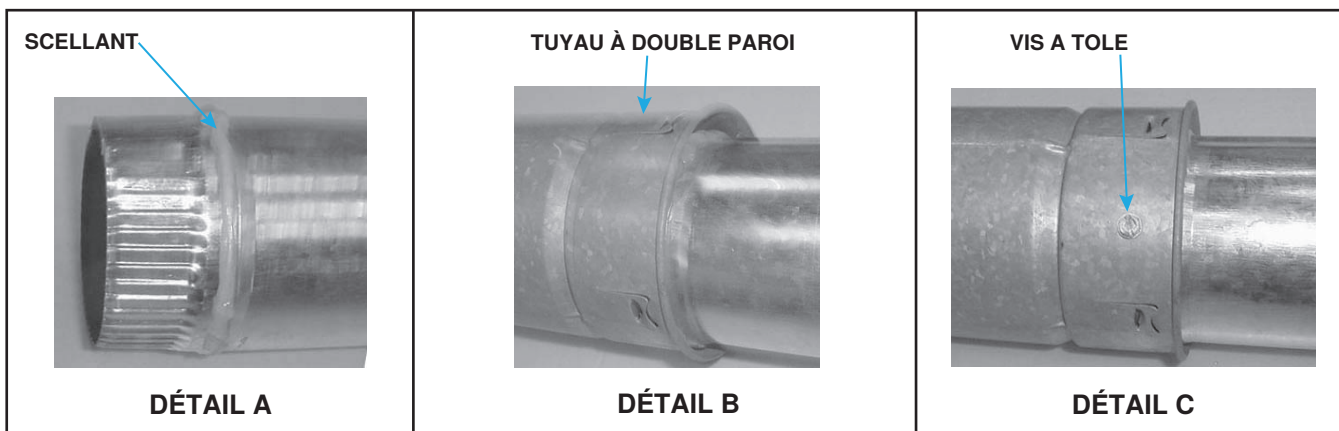

Figure 17. Raccordement d'un tuyau à double paroi (type B) à un tuyau d'évent à paroi simple ou de catégorie III
- Appliquez un cordon de silicone de 1/4 pouce (6.35 mm) sur la circonférence du tuyau à simple paroi ou du tuyau de catégorie III (voir **Figure 17**, DÉTAIL A).
- Effectuez l'étape 2 immédiatement après l'étape 1. Insérez le tuyau à simple paroi avec silicone dans la paroi intérieure du tuyau à double paroi de manière que le cordon de silicone soit en contact avec la paroi intérieure et scelle le joint (voir **Figure 17**, DÉTAIL B).
- Percez trois petits trous à intervalles égaux autour du tuyau à double paroi, au-dessous de l'anneau de scellant. Fixez le joint au moyen de vis à tôle de 3/4 pouce (19.05 mm) de longueur. Ne serrez pas les vis plus qu'il ne faut (voir **Figure 17**, DÉTAIL C).